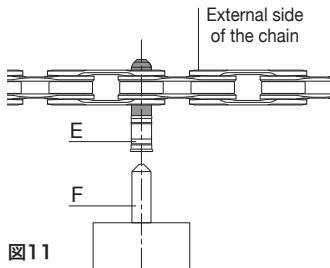

図11
- 押し込んでいく部分の先端にあるテーパ型チップ・ピン (F) (図11) が、コネクト・ピン ウルトラ・リンク™ ULTRA-LINK **5-CN-SR600** (E) (図11) の中心に合っていることを確認します。